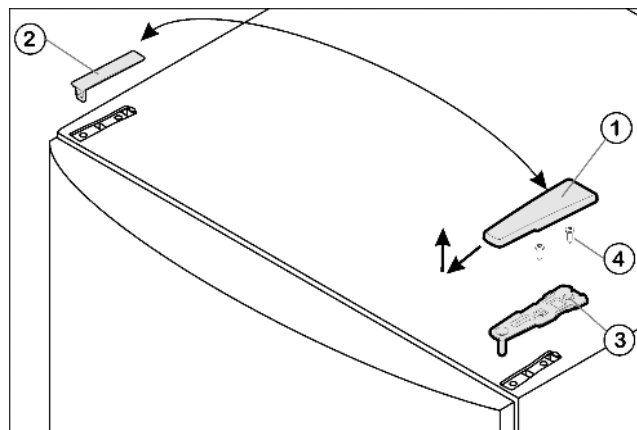

Fig. 4
- ▶ Enlever le cache Fig. 4 (1) vers l'avant et vers le haut.
- ▶ Retirer le cache Fig. 4 (2).
- ▶ Dévisser le support d'appui supérieur Fig. 4 (3)(2 Torx® 25) Fig. 4 (4) et retirer vers le haut.
- ▶ Placer le support d'appui supérieur Fig. 4 (3) sur le nouveau côté charnière de porte.
- ▶ Visser le support d'appui supérieur à fond (avec 4 Nm) (2 Torx® 25) Fig. 4 (4). Pointer les trous de vissage ou utiliser une visseuse sans fil.
- Faire encliqueter le cache *Fig. 4 (1)* et le cache *Fig. 4 (2)* du côté opposé.